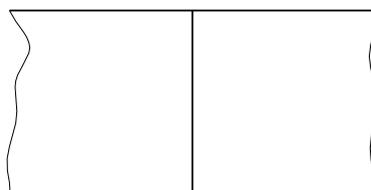

Figura 5
- 7) Indicare che il giunto di figura 5 è realizzato mediante una saldatura ad orli rilevati avente spessore effettivo di 5mm e lunghezza di 400mm.